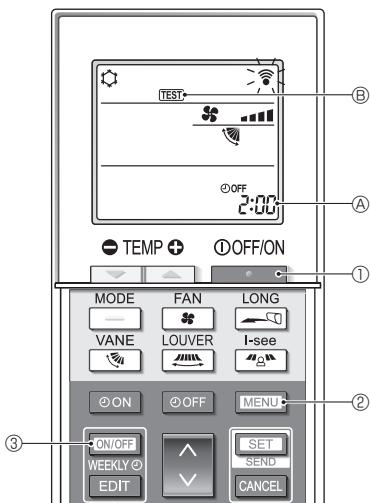

Fig. 7-5
■ Essai de fonctionnement (Fig. 7-5)
- Appuyez sur le bouton ① pour arrêter le climatiseur.
- Si la minuterie hebdomadaire est activée (**WEEKLY** est affiché), appuyez sur le bouton ③ pour la désactiver (**WEEKLY** disparaît).
- Appuyez sur le bouton ② pendant 5 secondes.
- ④ s'allume et l'appareil entre en mode service.
- Appuyez sur le bouton ②.